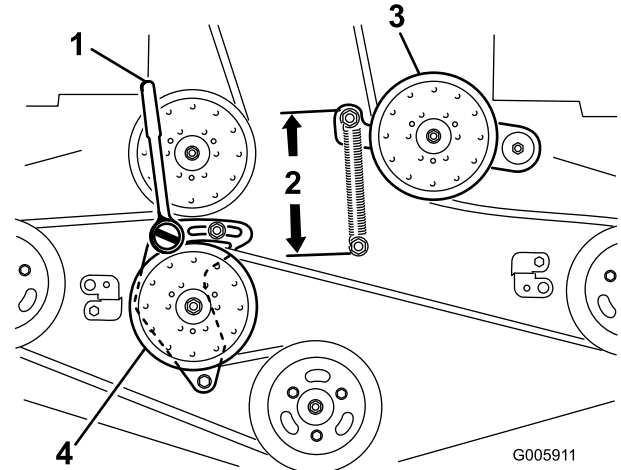

Figura 51
4. Afloje el brazo de la polea tensora fija y ajústelo para aliviar la tensión de la correa (Figura 51).
7. Introduzca una llave de carraca con extensión corta en el taladro cuadrado del brazo de la polea tensora fija (Figura 51).
9. Para aumentar la tensión de la correa, gire la llave de carraca en el sentido contrario a las agujas del reloj para desplazar el brazo de la polea tensora fija hasta obtener un espacio de 16,5 cm entre que los ganchos del muelle (Figura 51).